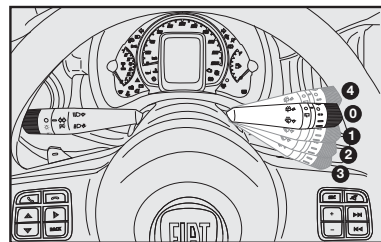

fig. 66
**ADVERTÊNCIA:** com o clima muito úmido não é aconselhado o uso prolongado do ar-condicionado nas posições  ou . A diferença entre a temperatura externa e a do para-brisa pode causar embaçamento do lado externo do para-brisa, causando perda de visibilidade. Se isso ocorrer, acione a alavanca do limpador do para-brisa fig. 66.
## Limpador/lavador do para-brisa - fig. 66
Ao colocar a alavanca na posição **4-fig. 66**, é acionado o limpador para uma passada. Ao segurar a alavanca nessa posição o limpador funcionará em modo contínuo. O limpador é desativado após soltar a alavanca.